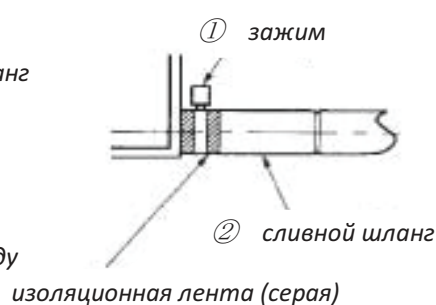
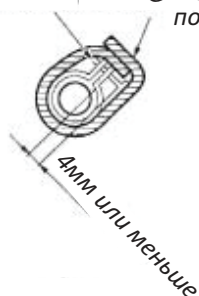

Рис.12.11
Рис.12.12
Используйте сливной шланг (2) и зажим (1). Вставьте сливной шланг в дренажное гнездо, закрутите зажим таким образом, чтобы головка винта находилась на расстоянии от уровня шланга не более 4 мм. (См. Рис.12.11, Рис.12.12)
Уплотните зажим и сливной шланг теплоизоляционной подушкой (3) (См. Рис.12.12)